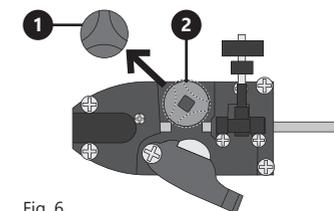

Fig. 6.
- (Voir la figure 6) Pour changer l'épaisseur de la rainure, procédez comme suit:
- » Tournez le bouton (1) du rouleau de guidage et retirez-le.
- » Retirez le rouleau de guidage (2).
- » Sélectionnez l'épaisseur de rainure appropriée et réglez le rouleau (2) de sorte que la rainure sélectionnée soit plus proche de l'intérieur de l'appareil.
- » Placez le rouleau de guidage (2) sur la broche.
- » Installez le bouton (1) du rouleau de guidage et tournez-le pour solidifier l'assemblage.